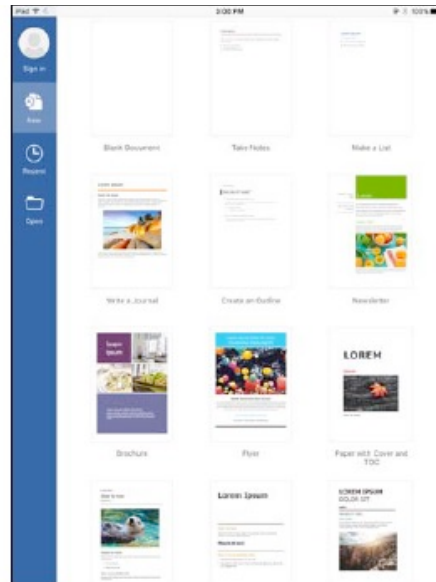

Figura 38
2.2 Abra el documento a imprimir (como se muestra en la Figura 38).